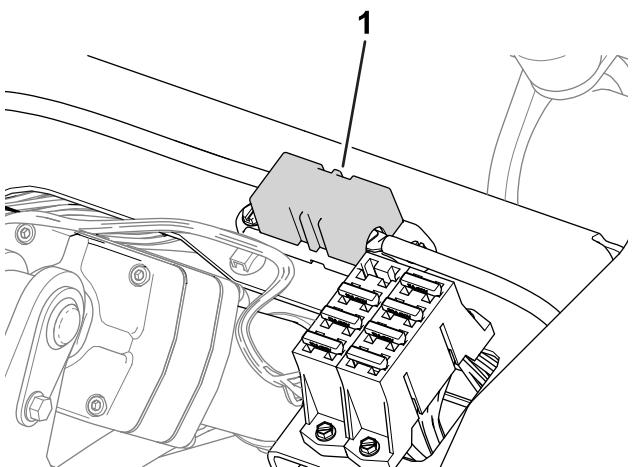

Рисунок 45
- Предохранители правого мотор-колеса (60 А) расположены под сиденьем (Рисунок 45).